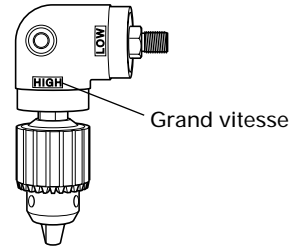

Fig. 11
- Pour utiliser l'angle à grande vitesse, fixer le mandrin sur l'axe de l'angle en face du repère latéral "HIGH", et fixer avec la vis de verrouillage. A ce réglage, la vitesse de perçage augmente jusqu'à environ 150% et le couple de perçage tombe à environ 70%. (Fig. 11)